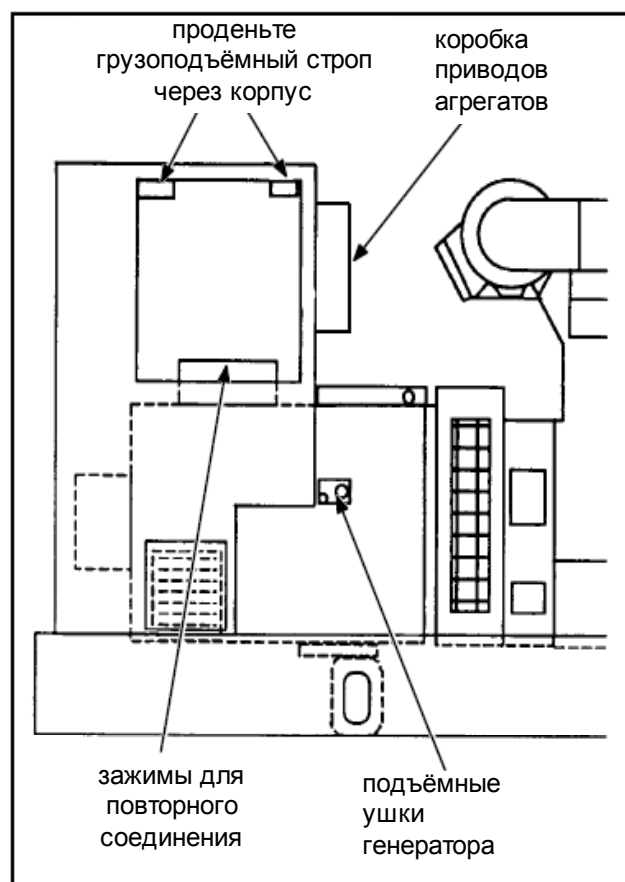

Рисунок 6-8. Снятие картера управления
4. Отсоедините все провода нагрузки от колодки зажимов для повторного соединения (смотрите рисунок 6-8). Если установлен размыкатель цепи, также отсоедините провода нагрузки от размыкателя цепи. Проверьте, чтобы все выводы были промаркированы в целях облегчения повторной сборки.